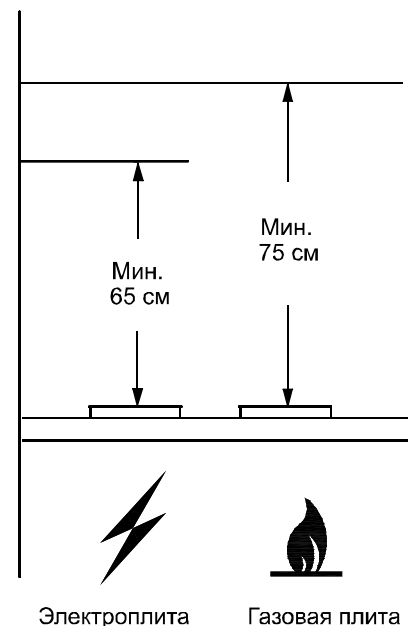

РИС. 1
- разметьте линию установки нижней части зонта над плитой согласно рис. 1.
1.2. Зонт устанавливайте на высоте согласно рис. 1.
4.5. Зонт устанавливайте над плитой согласно рис. 1.